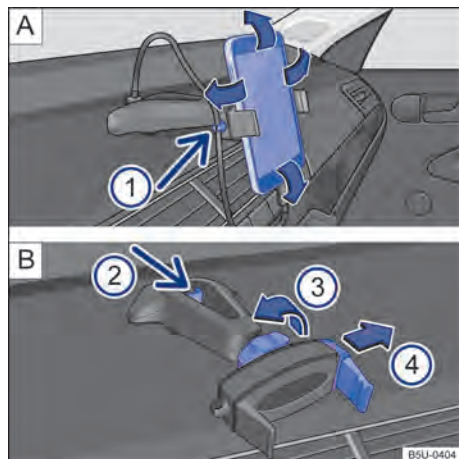

Fig. 222 No console central: suporte para smartphone e ajustes.
- Segurar o suporte com uma mão e pressionar o botão de destravamento → Fig. 222 [B] ② (seta).
- Com a haste → Fig. 222 [B] ④ deslizar no sentido da seta, e instalar o smartphone no alojamento.
- Com a outra mão deslocar a haste → Fig. 222 [B] ④ até que seja possível remover o aparelho do alojamento.
- Colocar o cabo USB na entrada carregador USB do suporte existente no painel de instrumentos → Fig. 222 [A].
- Prender o cabo no suporte → Fig. 222 [A] ①.
- Para liberar o movimento do suporte, girar a trava → Fig. 222 [B] ③ no sentido contrário da seta.
- Para fixar a posição, girar a trava no sentido da seta ③ → Fig. 222 [B] até a fixação total do suporte.
O suporte para smartphone tem garantia de 3 anos, com exceção da haste deslizante (garra) → Fig. 222    que tem garantia de 1 ano.